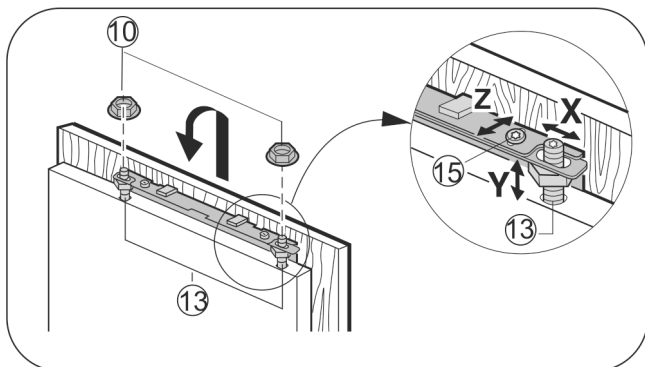

Fig. 27
- ▶ Nábytkové dvere zaveste na justovacie čapy Fig. 27 (13) a poistné matice Fig. 27 (10) na justovacích čapoch ľahko pritiahnite.
- ▶ Nábytkové dvere vyrovnajte vo výške Y a vyrovnajte bočný sklon: Justovacie čapy Fig. 27 (13) nastavte pomocou skrutkovača.
- ▶ Poistné matice Fig. 27 (10) pritiahnite.